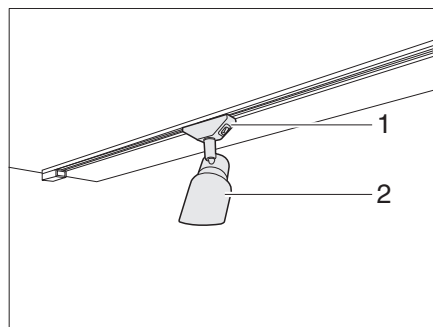

Fig. 93 Foco
- Sujetar el soporte (Fig. 93,1) y girarlo en 45°.
- Extraer el foco (Fig. 93,2) del sistema de rieles.
- Colocar el foco (Fig. 93,2) en el sistema de rieles en la posición deseada y girarlo en 45°.